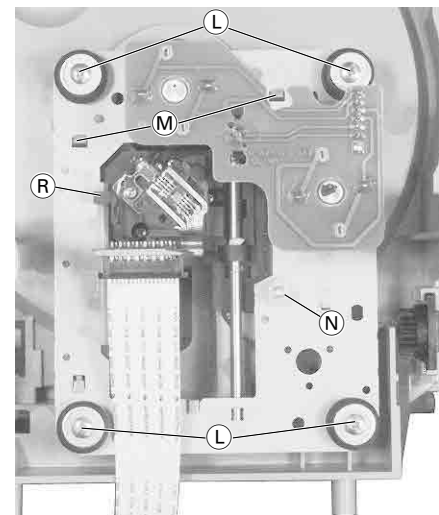
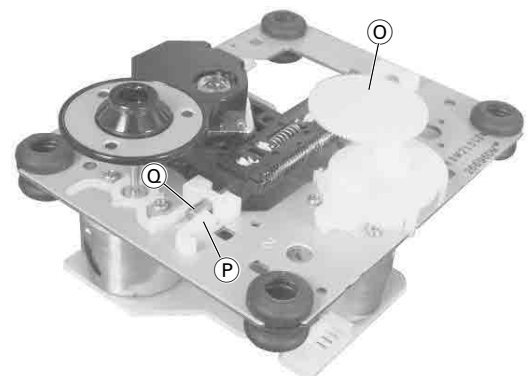

Fig. 6
Fig. 8
- 4 Schrauben (L) herausdrehen (Fig. 6).
- 2 Rastnasen (M) (Fig. 6) ausrasten und Kunststoffabdeckung abnehmen.
- Rastnasen (N) (Fig. 6) lösen und Zahnrad (O) (Fig. 8) herausziehen.
- Sicherungshebel (P) zur Seite schieben und Pickup-Achse (Q) herausziehen (Fig. 8).
Montagehinweis: Beim Einbau auf Führung (R) (Fig. 6) achten.
- Undo 4 screws (L) (Fig. 6).